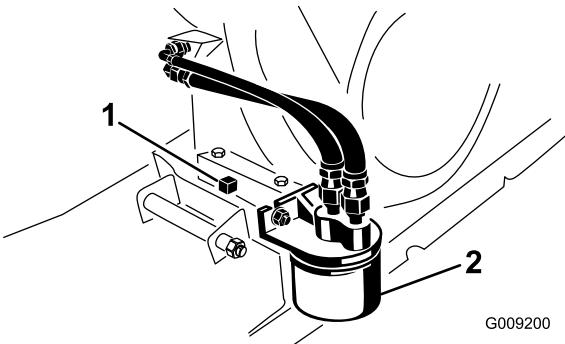

Bild 36
7. Stellen Sie eine Auffangwanne unter die Ablassschraube (Bild 36).
8. Entfernen Sie die Ablassschraube und Dichtung (Bild 36).
2. Entfernen Sie den vorhandenen Ölfilter (Bild 36).
4. Schrauben Sie den neuen Filter auf den Filteradapter, bis die Dichtung die Befestigungsplatte berührt; ziehen Sie den Filter dann um eine weitere halbe bis Dreiviertelumdrehung an (Bild 36).